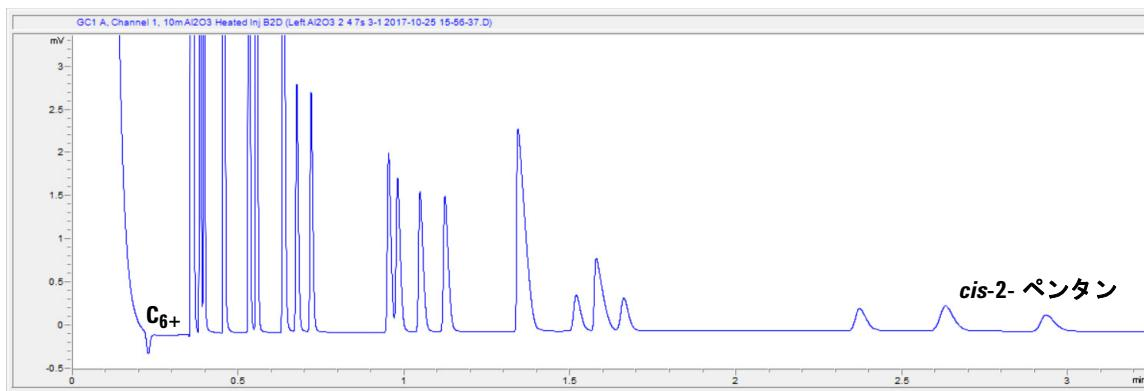

図 39 リファイナリガス用の Al₂O₃ カラム (10m)
- 1 バックフラッシュ (BF) 時間を 0 秒に設定します。メソッドを実行して、すべての溶出成分のピークを取得します。*cis*-2-ペンタンと *n*-ヘキサンのリテンションタイム (RT) を記録します。
- 4 BF 時間を微調整して、*n*-ヘキサンのピークが観察されるデータポイント時間を見つけます。BF 時間を 0.1 秒ずつ減らして、ピークが消えるまで（ピーク高さが 3 μ V を切るまで）分析を開始します。その値から 0.4 秒を引いた値を、このチャンネルの BF 時間として設定します。10m の Al₂O₃ BF2D チャンネルの一般的な「確定」時間範囲は、約 1 ~ 2 秒です（83 ページの図 39 を参照）。